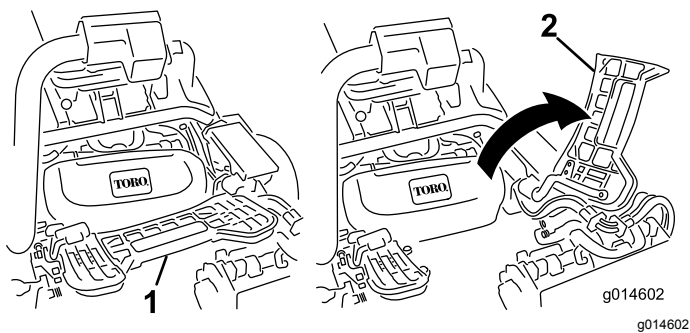

Bild 30
2. Heben Sie die Fußplattform an und schwenken sie in die geöffnete Stellung, um die Stellung der mittleren Schneideinheit zugänglich zu machen (**Bild 30**).